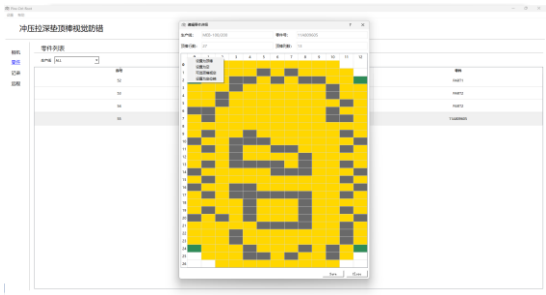

图 2.3.4 设置顶棒要求菜单栏
- d) 选中并右击“零件详细”窗口中单元格，弹出菜单栏，用于设置该单元格对应的安装孔，如图 2.3.4 所示。表格下方“Save”按钮用于更新标准顶棒排布编码。